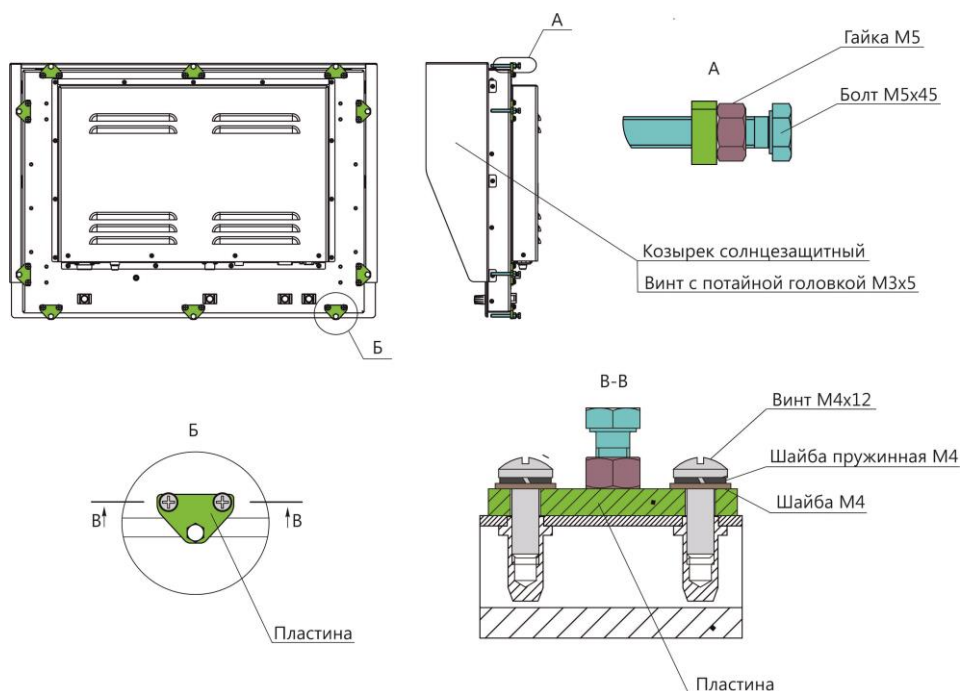

Рисунок 4 – Пультовый монтаж внутреннего крепления
2) пультовый монтаж внутреннего крепления (см. рисунок 4) представляет собой крепление изделия с внутренней поверхности пульта с помощью пластин и монтажного комплекта метизов.